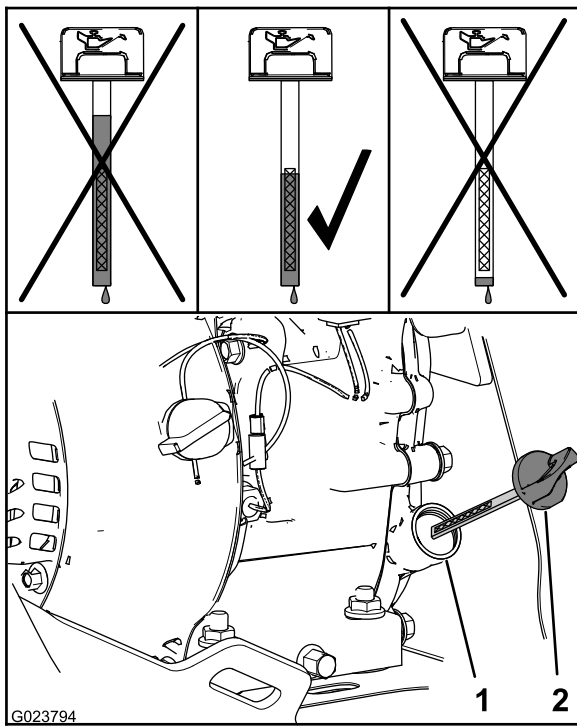

Figure 25
2. Sortez de nouveau la jauge et contrôlez le niveau d'huile (Figure 25).
**Remarque:** Le niveau d'huile doit atteindre le haut du repère sur la jauge (Figure 25).
- A. Versez de l'huile spécifiée dans le goulot de remplissage (Figure 25).